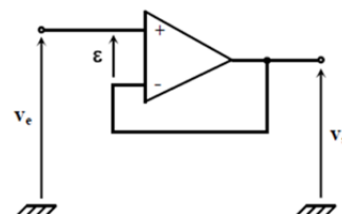

Figure 4.1 : Montage suiveur
4.2 Compte tenu du slew-rate de cet AoP, calculer l'amplitude maximale d'un signal sinusoïdal que l'on peut appliquer à l'entrée d'un montage suiveur de tension (figure 4.1), pour avoir un signal non déformé en sortie, sachant que l'on souhaite travailler à la fréquence de 200 kHz. Détailler votre calcul.